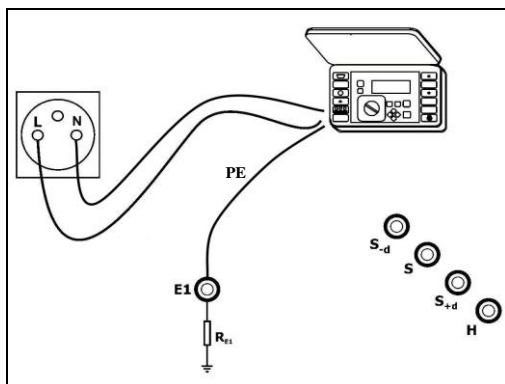

Fig.13. Conexión del medidor.
- conectar el medidor de impedancia del bucle de cortocircuito según Fig.13,